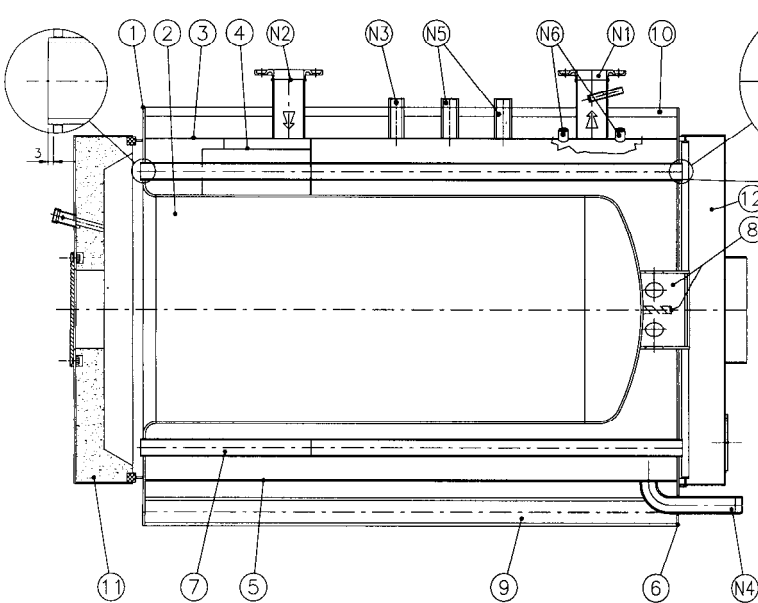

Fig. 7
- a) Disporre la piastra anteriore (1) della caldaia a terra con le cerniere verso il basso, avendo cura che sia perfettamente orizzontale (segnare la mezzeria dei lati della piastra per posizionare correttamente focolare e fasciame).
- b) Posizionare il focolare (2) sul risbordo interno della piastra anteriore (1) avendo cura di tenere la saldatura longitudinale del focolare nella parte bassa della caldaia. **Verificare che l'accoppiamento piastra/focolare sia esattamente perpendicolare.**
- c) Saldare il focolare (2) alla piastra anteriore (1) lungo la circonferenza esterna.
- d) Collocare la parte di fasciame superiore (3) (il tronchetto di ritorno, riconoscibile dal rompiflusso (4) saldato all'interno del fasciame, deve trovarsi vicino alla piastra tubiera anteriore). **Nel posizionamento fare attenzione all'allineamento dell'asse dei fori per i tronchetti flangiati con il segno precedentemente tracciato sulla mezzeria della piastra.** Per agevolare la centratura controllare la quota **A**, tra il bordo del fasciame ed il margine della piastra. Procedere quindi alla puntatura solo nella mezzeria.
- e) Posizionare il fasciame inferiore (5) rispettando la quota **B** e quindi puntarlo solo nella mezzeria inferiore della piastra anteriore (1).
- f) Puntare tra loro le due parti del fasciame (3) e (5).
- g) Posizionare la piastra tubiera posteriore (6) inserendo il tirante o il tronchetto di rinforzo (8) del focolare.
- h) Saldare la piastra tubiera posteriore (6) e il tirante o il tronchetto di rinforzo (8), avendo cura di non rovinare i quattro rivetti filettati o le viti con cui si fisserà la camera fumo.
- i) Saldare l'intero fasciame (3) e (5) alla piastra anteriore (1).
- j) E' possibile infilare e saldare i tubi fumo (7) sulla piastra tubiera posteriore (6) in questo momento con caldaia disposta in verticale oppure, con maggior difficoltà per la saldatura, con caldaia in orizzontale; la scelta di una o dell'altra possibilità dipende dalle dimensioni del locale e dalle attrezzature a disposizione per capovolgere la caldaia. **Importante: i tubi fumo (7) devono sporgere circa 3 mm dalla piastra anteriore (1) e circa 10 mm da quella posteriore (6).**
**NB: Per versione F (con estruso alluminio posteriore) la scanalatura di scarico condensa deve trovarsi nella parte inferiore (vedi Fig. 7)**
- k) Puntare e saldare lo scarico (N4) verificando che sia perpendicolare alla piastra anteriore (1) e parallelo al fasciame.
- m) Saldare longitudinalmente le due parti del fasciame (3) e (5) ed eseguire la saldatura interna del focolare (2) alla piastra anteriore (1); per facilitare l'operazione è consigliabile farla ruotare sui rulli.
- n) Saldare i due manicotti da 1/2" (N6) sul fasciame (3) dopo avere verificato la corretta inclinazione delle guaine portabulbi in modo che queste non siano ostacolate dai tubi fumo; togliere le guaine all'atto della saldatura. Saldare i due tronchetti flangiati (N1) e (N2) per mandata e ritorno, controllando la perfetta orizzontalità delle flange; saldare il manicotto attacco strumentazione (N3) e gli attacchi (N5) quando previsti.
- o) Saldare i tubi fumo (7) alla piastra anteriore (1).
- p) Verificare che le piastre (1) e (6) non abbiano subito deformazioni e saldare i longheroni (9) a filo piastra.
- q) Saldare i tubi quadri (10) di sostegno rivestimento; quando previsti saldare anche quelli laterali rispettando la quota **C**.
- s) Montare portellone (11) e camera fumo (12).